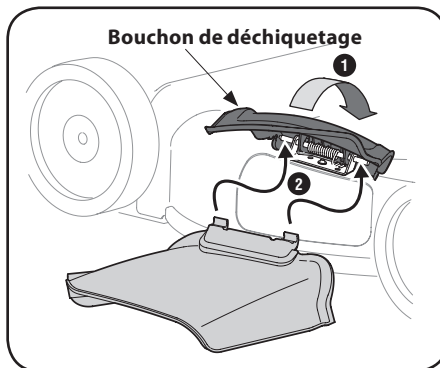

Figure 2-10
- Relevez le bouchon de déchiquetage à charnière qui se trouve sur le côté du plateau de coupe. Voir la Figure 2-10.